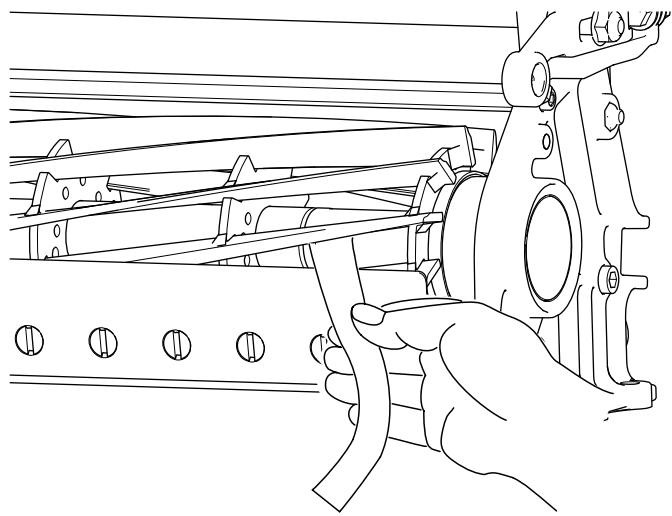

图 10
- B. 在滚刀与底刀之间插入一长条剪切性能纸Toro零件号 125-5610 纸要与底刀垂直图10然后缓慢向前旋转滚刀此操作应能切断性能纸如果不能请重复步骤 A 和 B 直至切断为止。
11. 在滚刀与底刀之间插入一长条剪切性能纸 Toro 零件号 125-5610 纸要与底刀垂直 图 10 然后缓慢向前旋转滚刀此操作应能切断性能纸如果不能将每个底刀架调节螺丝都顺时针旋转 1 格直至切断为止。